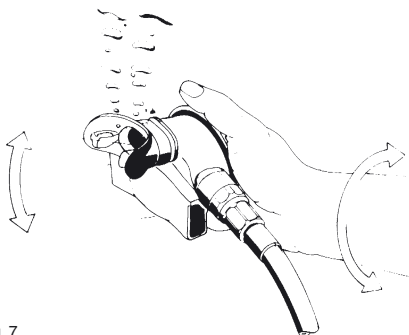

Fig. 7
- Wird die zweite Stufe aus dem Mund genommen, kann es zum Abblasen kommen. Drehen Sie die zweite Stufe dann einfach mit dem Mundstück nach unten und schütteln Sie sie leicht, damit sie sich mit Wasser füllt (Abb. 7). Bläst der Atemregler trotzdem ab, sollten Sie den Tauchgang sofort abbrechen.